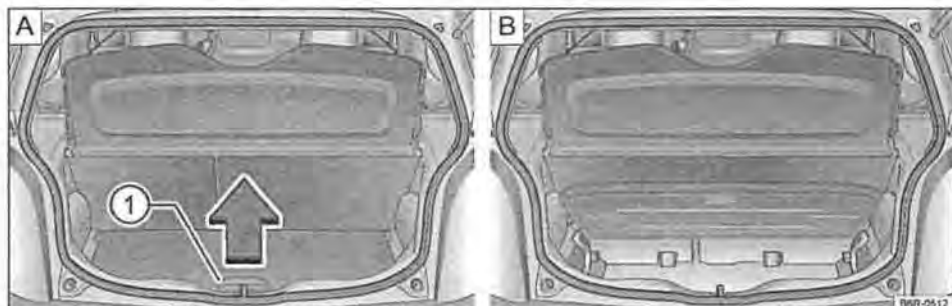

Fig. 96 **A**: apertura del sottofondo variabile del bagagliaio - **B**: copertura del sottofondo variabile sollevata
- Tirare la maniglia → fig. 96 **A** ① nel senso indicato dalla freccia e sollevare completamente il fondo del bagagliaio → fig. 96 **B**.